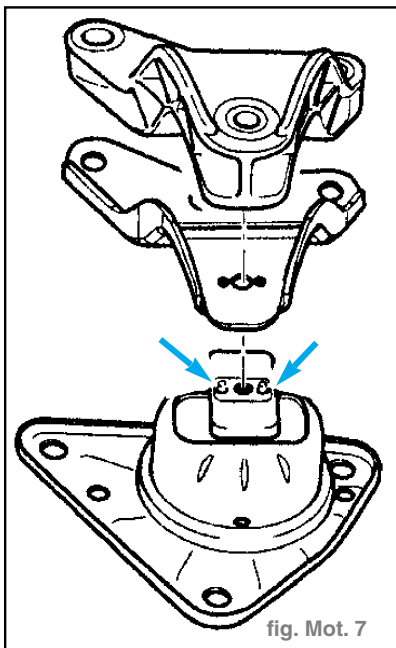

fig. Mot. 7
- Lors de la repose de la fixation du moteur, veiller à ce que les tenons du patin métal-caoutchouc s'encliquettent dans le support de moteur (flèches). (fig. Mot. 7)